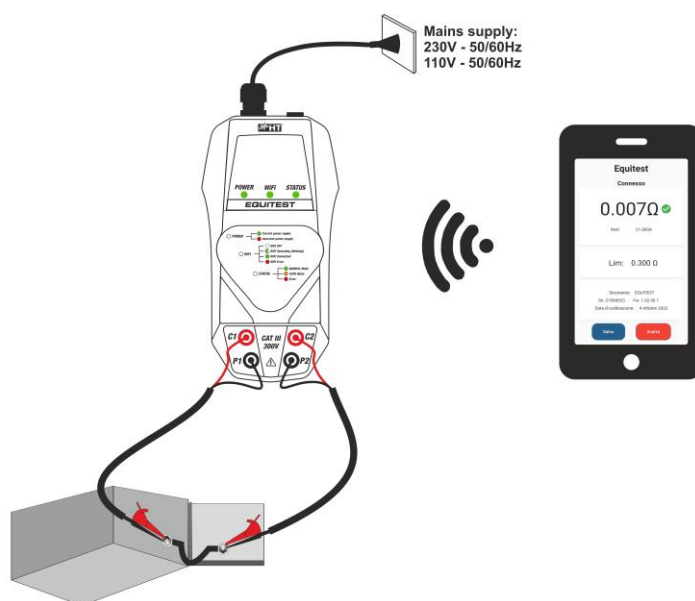

Fig. 4 Utilisation de l'instrument avec l'application HT Equitest
5. Connectez les deux câbles noirs du jeu de câbles **C7000** aux prises d'entrée **P1** et **P2** et les deux câbles rouges aux prises d'entrée **C1** et **C2** (voir Fig. 4)
6. Connectez les pinces crocodiles du jeu de câbles **C7000** aux extrémités de l'objet à tester (voir Fig. 4)
7. Touchez le bouton «**Le mesure**» à l'intérieur de l'APP pour activer le test en **mode Manuel** ou simplement en déplaçant les bornes de test si le **mode Automatique** est sélectionné. L'instrument fournit un courant de test > 10 A AC et le résultat de la mesure est affiché dans l'APP (voir Fig.4) avec l'indication «» en cas de test réussi ou «» en cas d'échec du test.